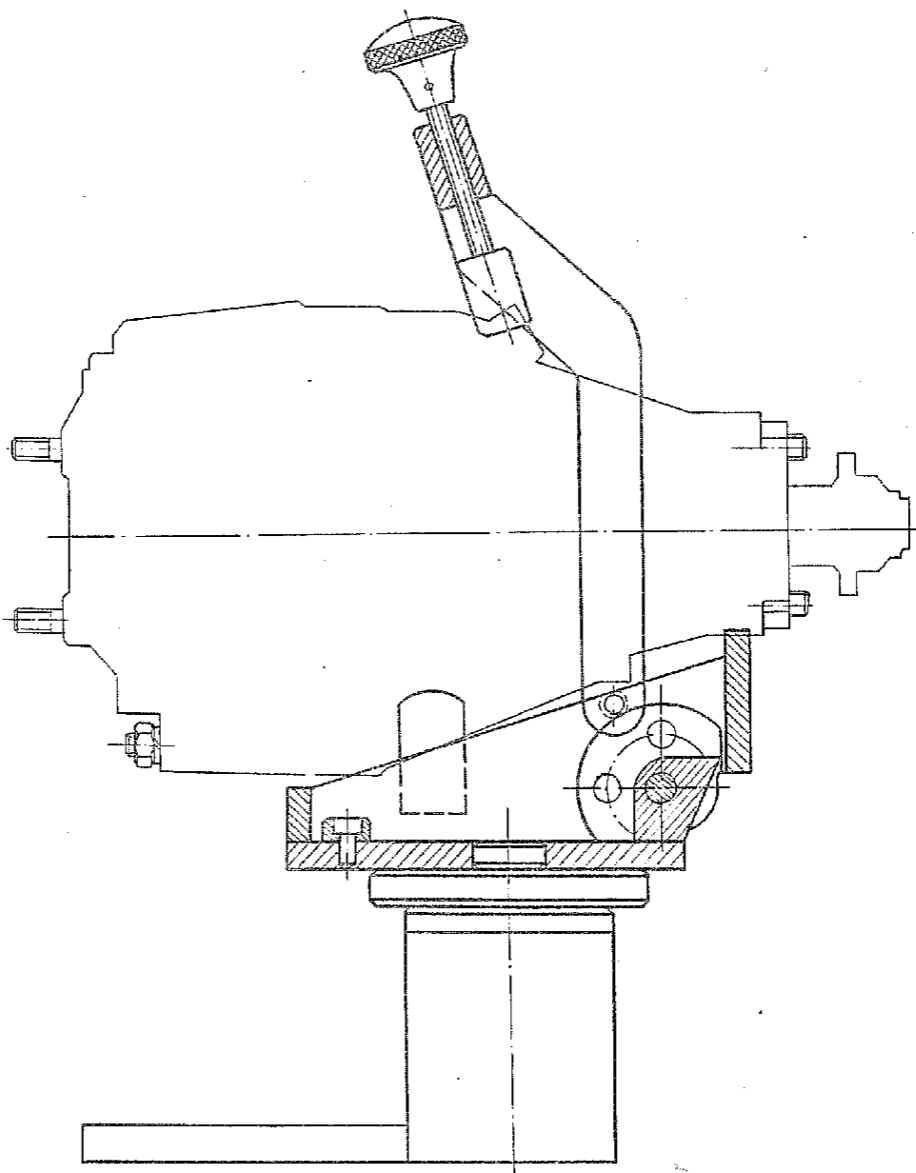

Рис. 63. Приспособление для разборки и сборки редуктора заднего моста
1.2. Установить редуктор заднего моста на приспособление для разборки и закрепить (приспособление для разборки и сборки редуктора, рис. 63).